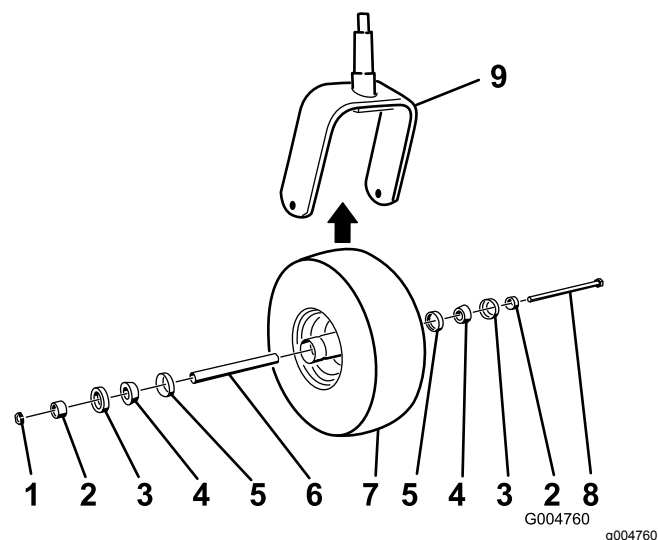

Bild 74
2. Entfernen Sie die Sicherungsmutter von der Schraube, mit der das Laufrad an der Gabel befestigt ist (Bild 74).
5. Montieren Sie das Laufrad, indem Sie die konischen Lager und Dichtungen, die mit Fett gefüllt sind, in die Radnabe drücken, siehe Bild 74 für die Positionierung.